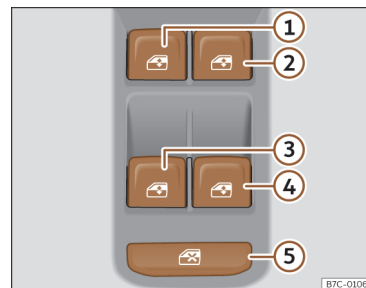

Fig. 81 Detalle de la puerta del conductor: mandos para las ventanillas.
Mediante el mando de seguridad >>> **fig. 81** ⑤ de la puerta del conductor puede desactivar las teclas de los elevalunas de las puertas traseras.